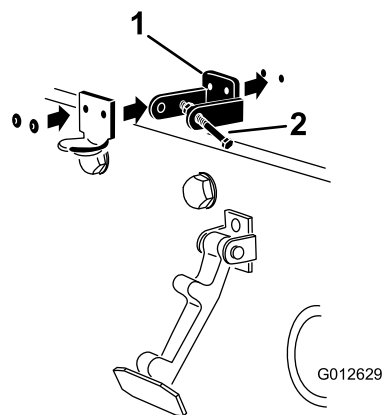

Figura 13
3. Ao alinhar os furos de montagem, posicione o suporte do trinco CE e o suporte do trinco do capot no capot. O suporte do trinco tem de estar contra o capot (Figura 13). Não retire o parafuso e porca do braço do suporte do trinco.
5. Aplique rebites nos suportes e nas anilhas ao capot (Figura 13).